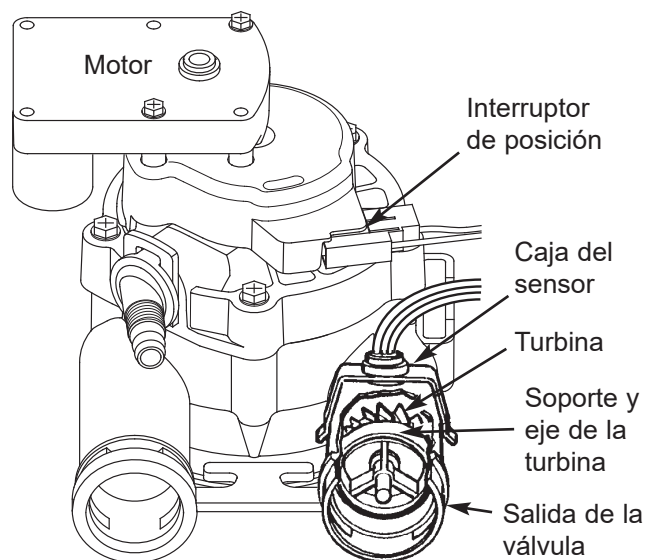

FIG. 43
**FUNCIONAMIENTO DE LA TURBINA:** Si no fluye agua por el ablandador, el indicador de la turbina mostrará tres ceros. Cuando fluye agua, se repite un recuento de 000 a 199 por cada galón de agua que pasa por la turbina. Para comprobar el funcionamiento positivo de la turbina cuando aparecen ceros en la pantalla, abra un grifo cercano de agua blanda y observe el recuento de la turbina. Si no obtiene una lectura en la pantalla con el grifo abierto, jale la caja del sensor del puerto de salida de la válvula (vea la Fig. 43). Pase un pequeño imán de un lado al otro al frente del sensor. Deberá obtener una lectura en la pantalla. Si obtiene una lectura, desconecte la plomería de entrada y salida y compruebe que la turbina no esté pegada.